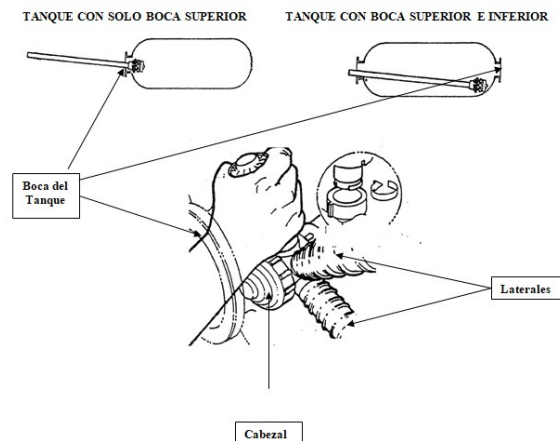

Imagen 2
- Si el colector es del tipo con laterales, se debe armar dentro del tanque en la boca superior, si su tanque no tiene boca inferior, como se muestra en la *Imagen 2*.